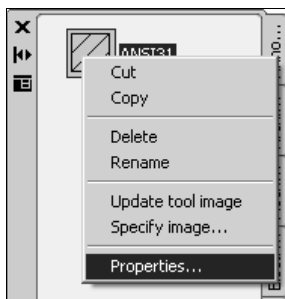

Рис. 10.19. Контекстное меню для управления пиктограммой образца штриховки
4. Щелкните правой кнопкой мыши на пиктограмме штриховки, расположенной на палитре, и в появившемся контекстном меню выберите **Properties** (Свойства объекта) (рис. 10.19). Появится диалоговое окно **Tool Properties** (Свойства инструмента) (рис. 10.20).